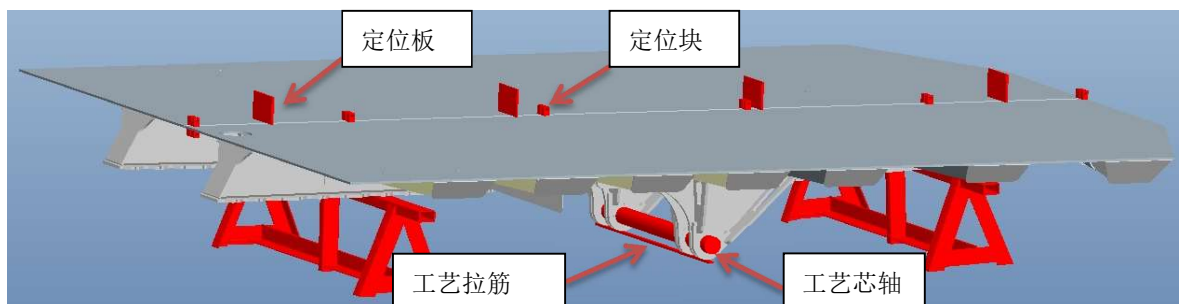

图 8 Схема соединения левой и правой опорных пластин
4. Снимите хомуты с шарнирного кронштейна (см. Рисунок 8) и установочные стержни между двумя сторонами автомобильного отсека (см. Рисунок 27).